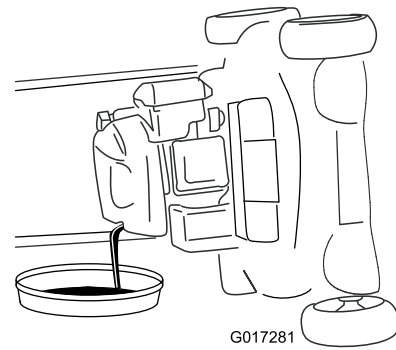

Figuur 29
3. Verwijder de peilstok door de dop linksom te draaien en eruit te trekken (Figuur 29).
10. Lees het oliepeil af van de peilstok (Figuur 29).